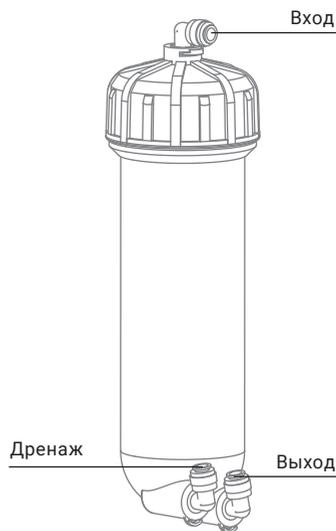

Рис. 19
6. Подключите трубки к корпусу мембраны (см. раздел «Присоединение трубок» (стр. 8)), соблюдая последовательность их подключения к корпусу (вход/выход/дренаж) (рис. 19). Каждую стопорную клипсу зафиксируйте на цанге, с которой она была снята.